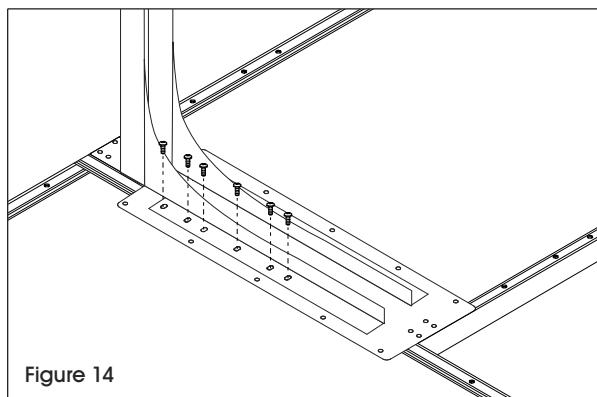

Figure 14
1. Faites glisser l'extension en L sous la base de la table du côté droit ou gauche. Assurez-vous que les coins de table sont alignés et que les six emplacements pour boulons les plus proches du centre du pied sont alignés avec les trous de la surface de table de base. (Voir Figure 14)